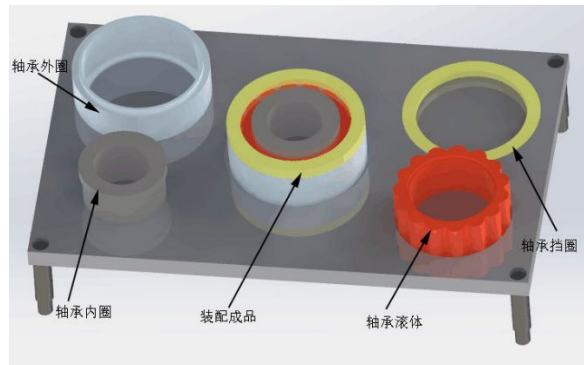
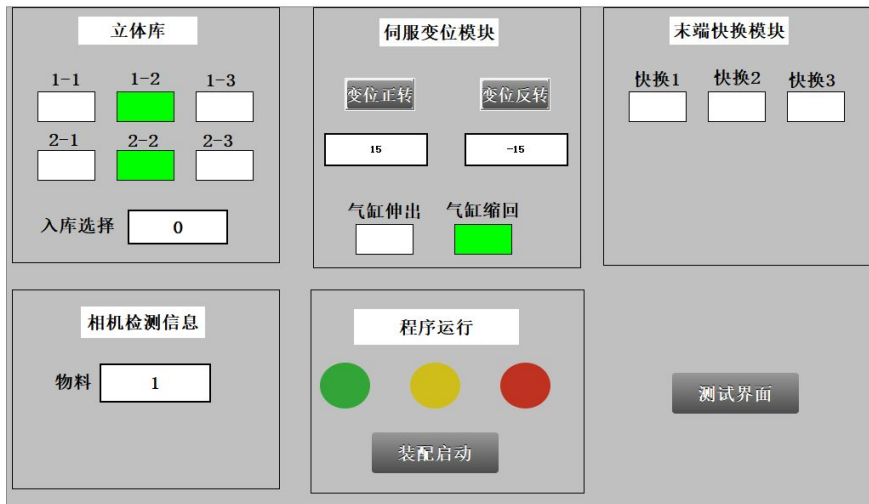

图 13 装配参考图
图 14 装配界面参考图
1. 进行装配任务（见图 13）时将机器人设置为自动模式，触摸屏进入“装配界面”如图 14 所示，由裁判指定选手在触摸屏上**输入入库信息**，然后点击触摸屏中的【装配启动】按钮，机器人依次将轴承外圈、轴承滚体、轴承内圈、轴承挡圈在伺服变位机上进行装配，装配过程中机器人自动更换快换工具，触摸屏“快换工具模块”显示区发生变化。